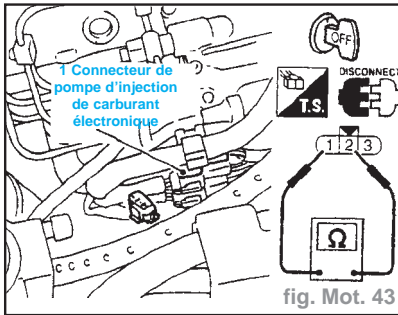

fig. Mot. 43
- Vérifier la résistance entre les bornes (1) et (2) (fig. Mot. 43) :